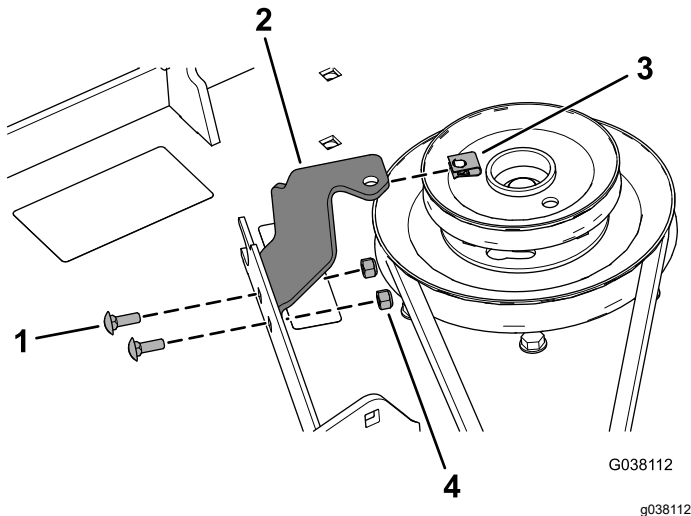

Figura 33
7. Montate la staffa del copricinghia sul piatto del tosaerba utilizzando 2 bulloni a testa tonda ($\frac{1}{4}$ " x $\frac{3}{4}$ ") e 2 dadi di bloccaggio ($\frac{1}{4}$ ") come illustrato nella Figura 33.
8. Montate la piastrina per vite autofilettante sulla staffa del copricinghia (Figura 33).